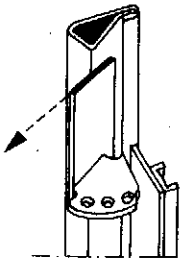

Abb. 25
50. Abb. 25: Verstellbleche sind ganz nach außen gestellt, 8 m Streubreite. Grundsätzlich gedacht für dünne Streuung, in erster Linie für Weidedüngung. Die Streubreite kann bei 8 m je nach Dungart um 1 m geringer sein.
50) Fig. 25: Baffles fully outwards gives spreading width of 8 mtrs. This is for light manuring, chiefly for pasture. Depending on the nature of the manure used, spreading width at this setting can be up to 1 mtr. narrower.
50. Fig. 25: tôles de réglage placées tout à fait à l'extérieur, largeur de travail 8 m.
50. Fig. 25: le lamiera di regolazione sono rivolte completamente all'esterno, la distribuzione avviene su di una larghezza di 8 m.
50. Fig. 25: De verstelplaten staan helemaal in de buitenste stand, 8 m strooi-breedte. Principieel bedoeld voor dunne bestrooiing vooral voor weidebe-mesting. De strooibreedte van 8 m kan 1 m smaller zijn naar gelang van het soort meststof.